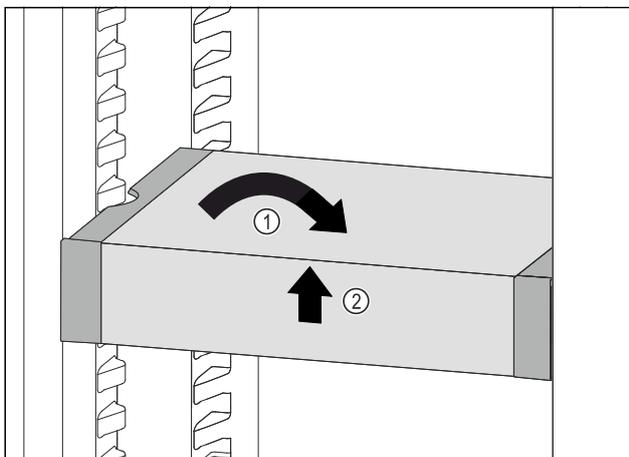

Fig. 84
- Coloque el VarioSafe en posición recta. Fig. 84 (1)
- Levante el VarioSafe por delante. Fig. 84 (2)